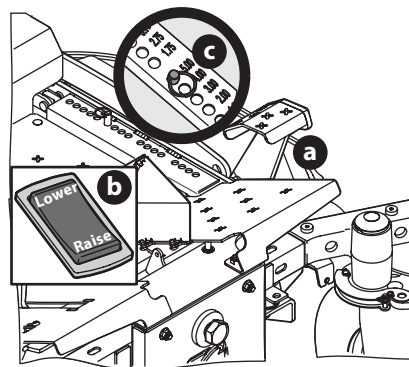

Fig. 27
1. Utilice el pedal de elevación de la plataforma (a) o presione la parte trasera del interruptor eléctrico de elevación de la plataforma (b) para elevar la plataforma a su posición más alta, coloque el pasador de horquilla (c) fijado a la cortadora de césped en el orificio deseado del posicionamiento de la altura de la plataforma y, a continuación, suelte lentamente el pedal de elevación de la plataforma (a) o baje lentamente la cubierta presionando la parte delantera del interruptor eléctrico de elevación de la plataforma (b) (Fig. 27).